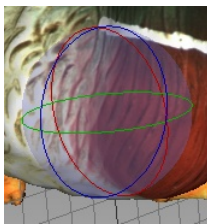

Рис. 8.7: Элемент управления в режиме вращения
- Потяните один из круглых элементов управления (см. Рис. 8.7), чтобы повернуть объект. Нажатие клавиши, соответствующей необходимой оси (**X**, **Y** или **Z**), позволит скрыть элементы управления остальных осей.